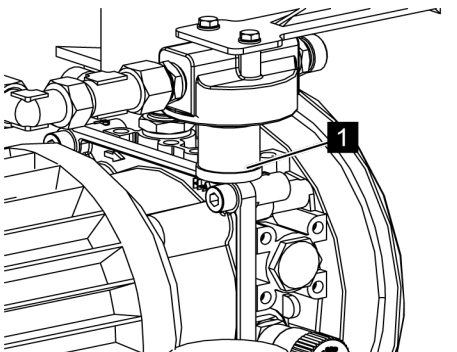

Fig. 112: Cartouche filtrante
7. → Enlever la cartouche filtrante (Voir la Fig. 112/1) et mettre en place une cartouche filtrante neuve.